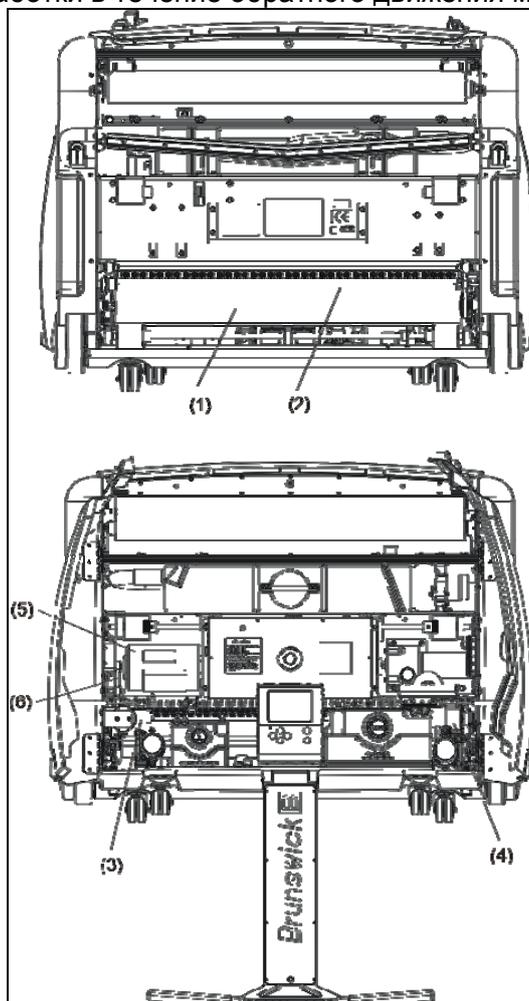

Рисунок 6-5 Щетка буфера
1. При обработке дорожки в течение прямого хода машины машина распределяет и разравнивает кондиционер на поверхности дорожки, а затем продолжает операцию обработки в течение обратного движения машины. См. Рисунок 6-5.